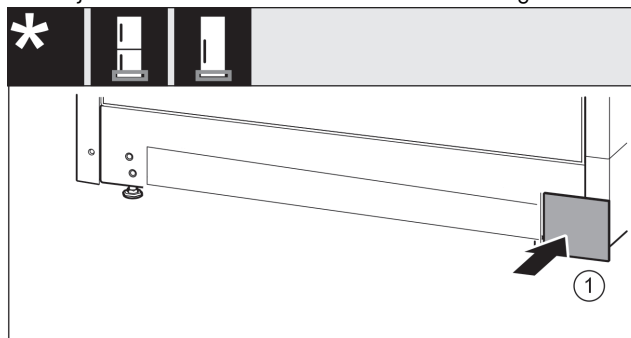

Fig. 50
- ▶ Uzlieciet atpakaļ pārsegu Fig. 50 (1) otrajā pusē.